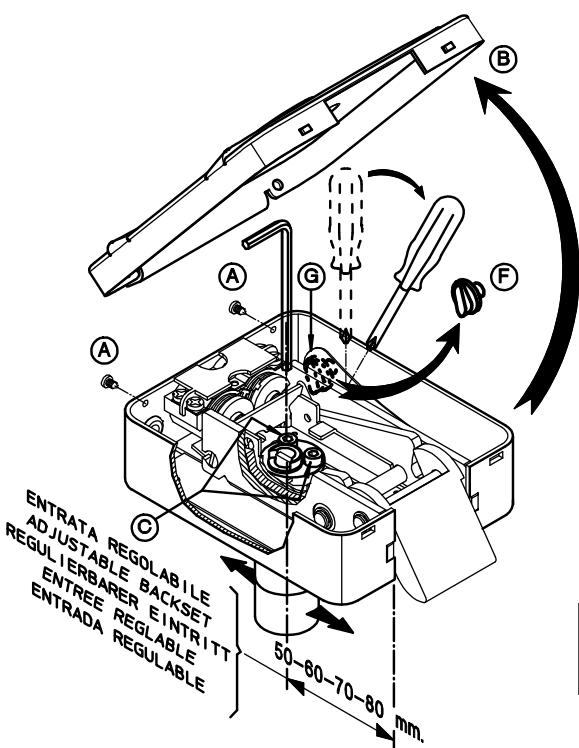

FIG. 1
- (I) SERRATURE ELETTRICHE A CATENACCIO ROTANTE
- (GB) ELECTRIC LOCKS WITH ROTATING DEADBOLT
- (D) ELEKTROSCHLÖSSER MIT DREHENDEM RIEGEL
- (F) SERRURES ELECTRIQUES PENE DORMANT ROTATIF
- (E) CERRADURAS ELÉCTRICAS CON CERROJO ROTATORIO
### (I) REGOLAZIONE DELL'ENTRATA (SOLO PER LA SERRATURA V9083 CON CILINDRO TONDO - VEDI FIG. 1)
### (GB) HOW TO ADJUST THE LOCK BACKSET (ONLY FOR LOCK V9083 WITH ROUND CYLINDER - SEE FIG. 1)
### (D) EINTRITT REGELUNG (NUR FÜR ELEKTROSCHLOSS V9083 MIT RUNDZYLINDER - SEHEN FIG. 1)
### (F) POUR REGLER LA DISTANCE D'ENTREE (SEULEMENT POUR SERRURE V9083 AVEC CYLINDE ROND - VOIR FIG. 1)
### (E) REGULACIÓN DE LA ENTRADA (SÓLO PARA LA CERRADURA V9083 CON CILINDRO REDONDO - VER FIG. 1)